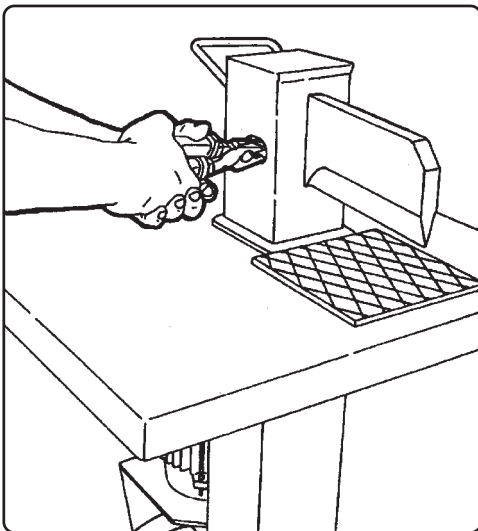

Fig. 8
- 2) Prenez une pince et tournez de 90 degrés dans le sens inverse des aiguilles d'une du compartiment (Fig.8); la lamelle de butée se trouvera à l'horizontale et vous pourrez alors extraire la broche.